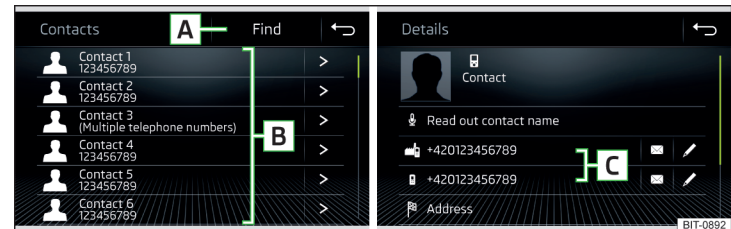

Abb. 208 Liste der Telefonkontakte / Kontaktdetails
- › Im Hauptmenü *Telefon* die Funktionsfläche  antippen, es wird eine Liste der Telefonkontakte angezeigt » **Abb. 208**.